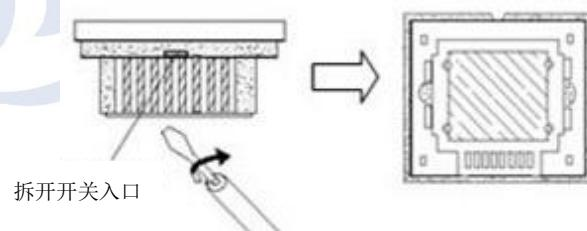

图1
1) 如图1所示, 使用“一”字螺丝刀在开关侧面的缺口处轻轻一撬, 即可打开面板。